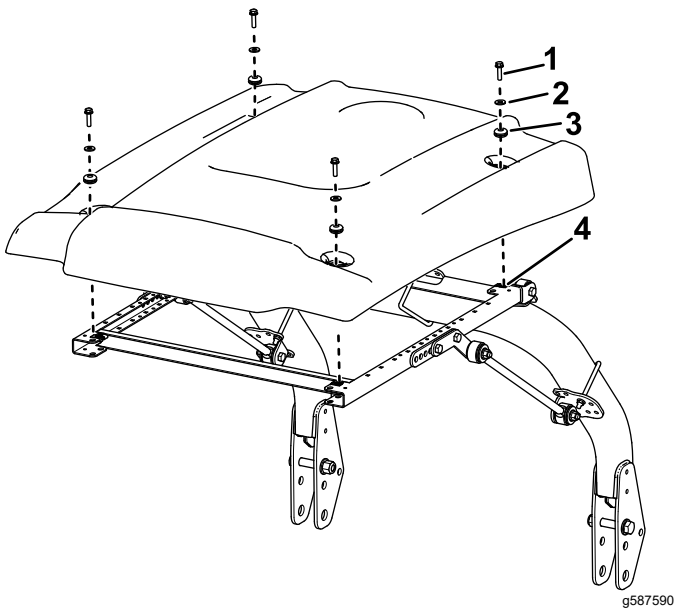

Bild 41
- Positionieren Sie das Sonnendach beim Ausfluchten der Befestigungslöcher am Rahmen wie in Bild 41 abgebildet.
16. Befestigen Sie jede Ecke des Sonnendachs mit einer Bundkopfschraube (5/16" x 1"), einer kleinen Scheiben und einer Scheibe lose am Rahmen (Bild 41).